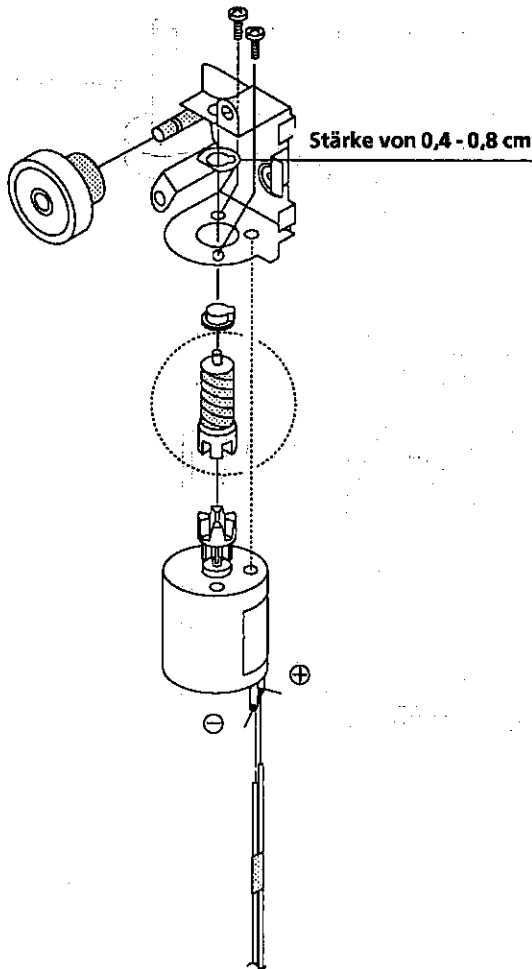

Abbildung 4-53.
- ① Den alten Lademotor ausbauen. Einen neuen Lademotor wie oben gezeigt einsetzen (Abbildung 4-53.).